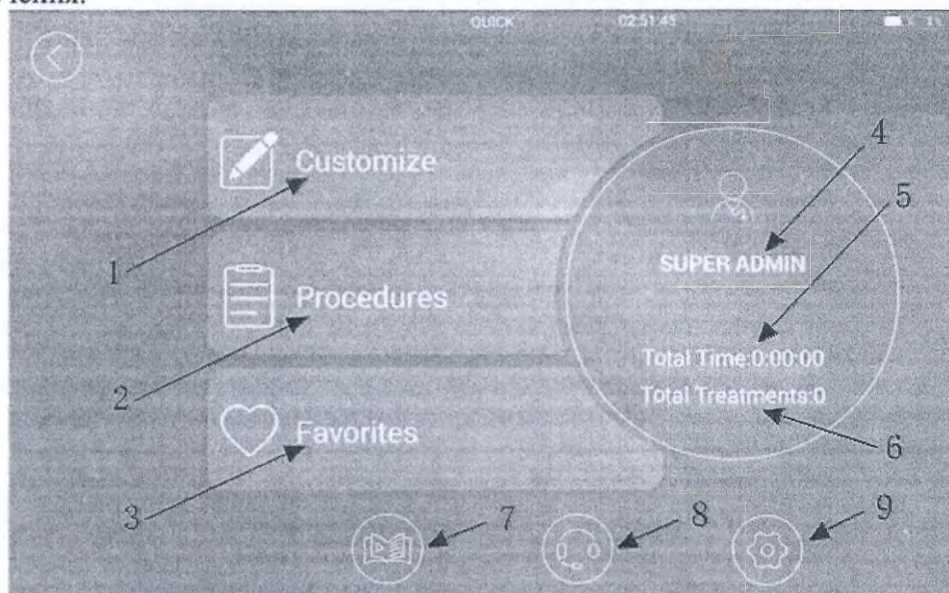
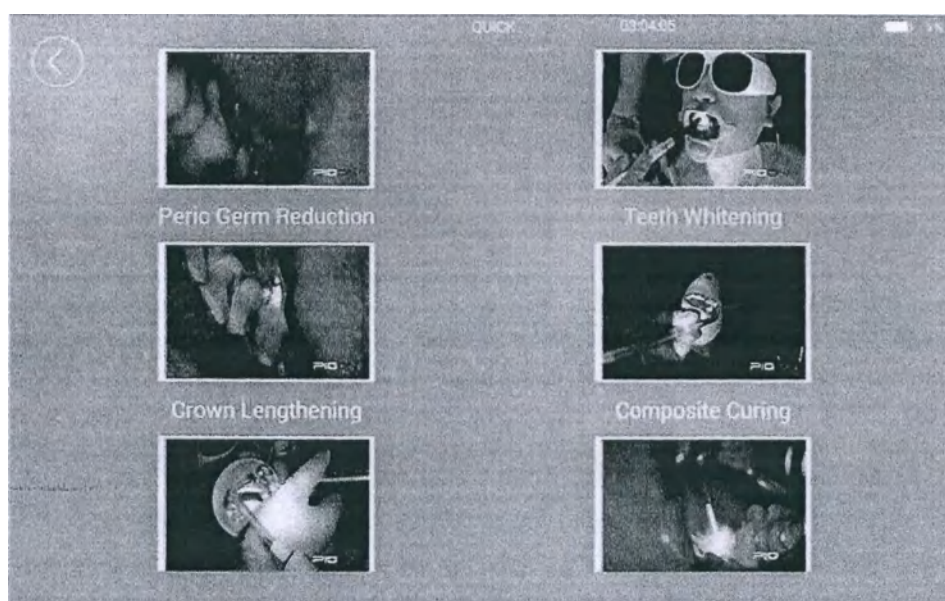

Рис.2. Основной интерфейс
Рис.6. Интерфейс списка видео
- 2) Введите пароль для входа в основной интерфейс (Рис. 2), выберите протокол лечения.
- 4) Нажмите «Procedures» (Процедуры) в основном интерфейсе (Рис. 2), войдите в интерфейс выбора аутентичных протоколов (Рис. 4).
- 6) Войдите в интерфейс списка видео (Рис. 6) из основного интерфейса (Рис. 2), нажмите на значки видео в интерфейсе списка видео, затем войдите в интерфейс воспроизведения видео, нажмите кнопку воспроизведения, чтобы запустить видео. Проведите пальцем вверх и вниз по левой половине экрана, чтобы настроить яркость экрана; проведите пальцем вверх и вниз по правой половине экрана, чтобы настроить мощность звука, воспроизводимого на видеоэкране, и проведите пальцем влево и вправо в полноэкранный режим, чтобы быстро настроить ход воспроизведения.
- 7) Нажмите «Settings» (настройки) в основном интерфейсе (Рис. 2), чтобы войти в интерфейс настройки параметров.